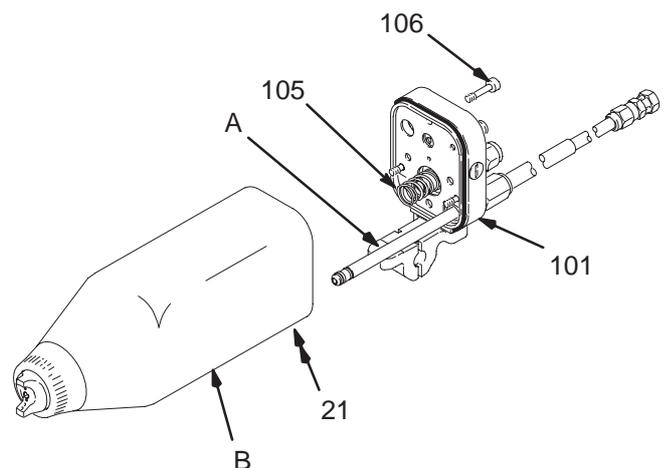

Fig. 23
4. Afloje el tornillo inferior de la pistola (21) hasta que ésta (B) se asiente con flojedad en la ranura del soporte de montaje (A). Consulte la Fig. 23.